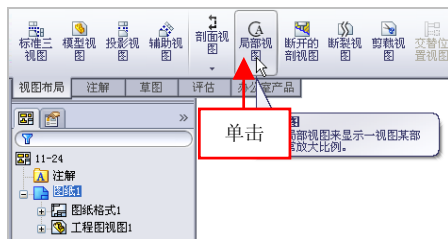

图 11-25 单击【局部视图】按钮
(2) 在【视图布局】选项卡中，单击【局部视图】按钮，如图 11-25 所示。